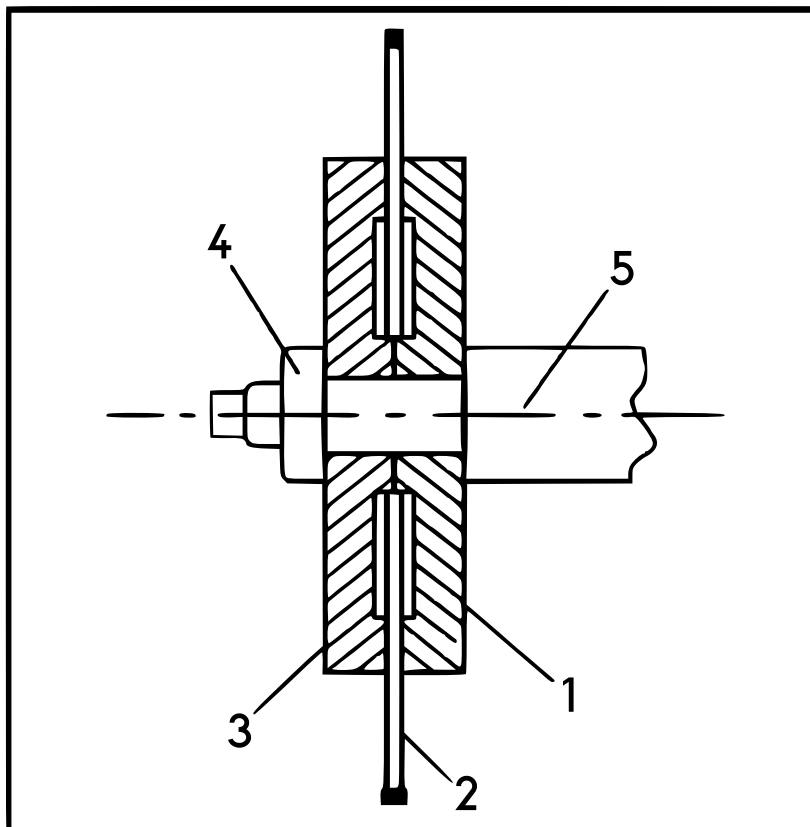

Figure 2
- Pour remplacer le disque usé, procédez comme suit (**fig. 2**) :
- Desserrez l'écrou de fixation du disque de coupe (**4, fig. 2**).
- Retirez le disque de coupe (**2, fig. 2**), faites glisser le nouveau disque sur la bride (**1, fig. 2**) tout en faisant attention au sens de rotation indiqué sur le disque. Puis reposez-y la contre-bride (**3, fig. 2**).
- Resserrez l'écrou de fixation du disque de coupe (**4, fig. 2**) et revissez le couvercle de protection.